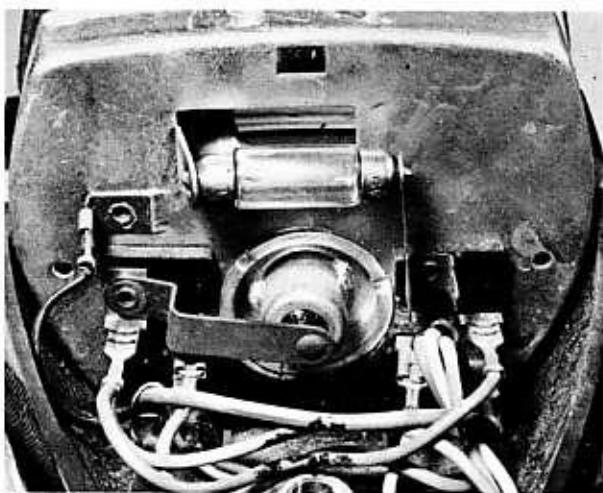

Bild 161
- Die Soffittenlampe zur Geschwindigkeitsmesserbeleuchtung (falls vorhanden) ist zwischen zwei Kontakten geklemmt (Bild 161). Beim Einsetzen einer neuen Lampe darauf achten, dass sie von den Kontakten richtig festgeklemmt wird. Die häufigste Ursache von durchgebrannten Lampen an Wechselstromanlagen sind Wackelkontakte, die zu zeitweiliger Überlastung der Lampen führen. Falls eine Lampe durchbrennt, vor allem die Scheinwerferlampe, werden die übrigen Lampen überlastet und brennen in kürzester Zeit auch durch. Deshalb empfiehlt es sich, stets einen vollständigen Lampensatz als Reserve mitzuführen.